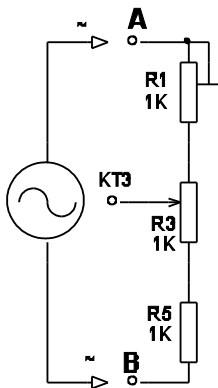

Рис. 4.
1. Собрать на макете схему согласно рис. 4.